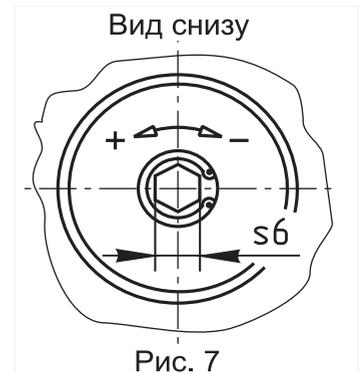

Рис. 7
4.5.5 При необходимости регулирования количества пропускаемого газа, используйте винт в нижней крышке (только для клапанов ВН...КП). Поворачивая винт в сторону знака « - » можно уменьшить количество пропускаемого через клапан газа (рис. 7).